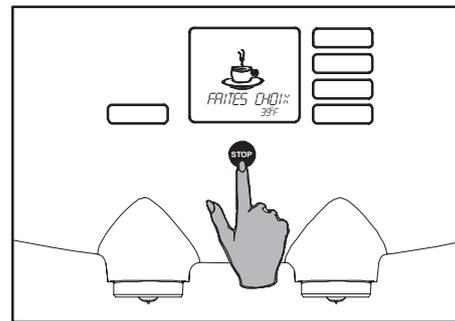

Fig. 14 Bouton d'arrêt
3. Appuyez sur le bouton Stop (fig. 14) pour interrompre la distribution avant, si vous souhaitez que la tasse ne soit que partiellement remplie.
- Vous pouvez appuyer sur le bouton Stop à n'importe quel moment pour interrompre la distribution (fig. 14).